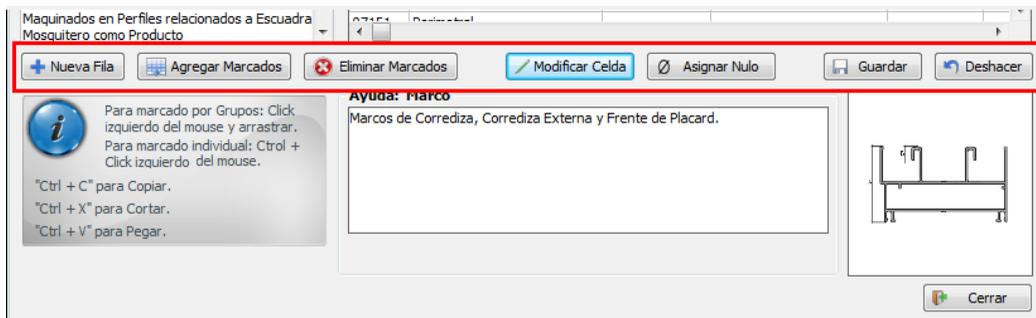

Figura 12.22 – Botonera Agregar Accesorios y Otros
Botón Guardar: El formulario cuenta con un sistema de Back Up (respaldo) para evitar pérdida de información. Lo cual significa que se puede utilizar dicho botón para indicar al Sistema que todo lo que hecho hasta el momento es correcto y lo tiene que guardar en la Base de Datos. Se recomienda, cada cierta cantidad de cambios, hacer clic en este botón por cualquier eventualidad (Figura 12.22).
Botón Deshacer: Restaura todos los datos hasta el momento en que se hizo clic en el botón *Guardar Cambios* o, en su defecto, todos los cambios realizados no guardados. Al presionar el botón *Deshacer Cambios*, las modificaciones realizadas en la grilla para el elemento seleccionado en el listado de la izquierda se perderán (Figura 12.22).
Botón Nueva Fila: Agrega una nueva fila a la tabla. *Smart Window 3D* solicita seleccionar el elemento a insertar en la primera columna. Para completar las columnas restantes se utiliza el botón *Modificar* (Figura 12.22).
- **Botón Agregar Marcados:** Realiza una copia textual de las filas seleccionadas, las cuales se agregan al pie de la tabla. Es útil en los casos en que se necesita agregar elementos a colecciones existentes. De esta manera se obtiene de manera rápida la configuración de las columnas B, solo queda completar la columna A y/o C (Figura 12.22).
- **Botón Eliminar Marcados:** Elimina las filas seleccionadas. Es importante aclarar que *Smart Window 3D* no requiere verificar esta acción. Si se desea recuperar las filas eliminadas, se debe hacer clic en el botón *Deshacer Cambios* (Figura 12.22).
- **Botón Asignar Nulo:** Ingresa el valor Nulo en la celda seleccionada. Se utiliza cuando se debe eliminar el valor existente en una celda (Figura 12.22).
Botón Modificar Celda: Permite cambiar el valor que se encuentra en la celda seleccionada (Figura 12.22).